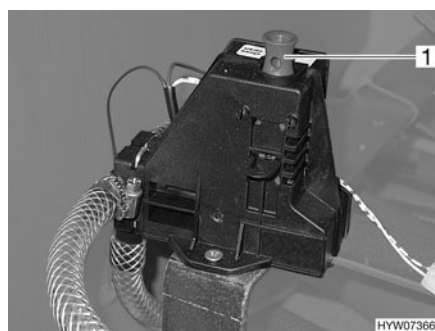

Fig. 147 Válvula de seguridad/purga de la caldera
La caldera está equipada con una válvula de seguridad/purga (Fig. 147). La válvula de seguridad/purga evita que el agua de la caldera se congele cuando no esté conectada la calefacción en caso de helada.
- Cerrar la válvula de seguridad/purga. Para ello, tirar hacia arriba del interruptor de asidero (Fig. 147,1).
- Abrir la válvula de seguridad/purga. Para ello, presionar hacia abajo el interruptor de tirador (Fig. 147,1). La caldera se vacía hacia fuera a través de la válvula de seguridad/purga.